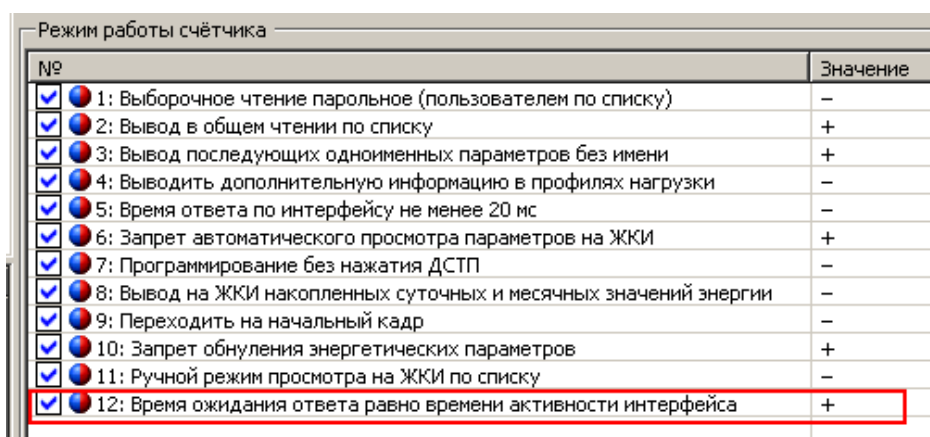

Рисунок 5.20 – Режим работы счетчика
- Перейти на вкладку «Общие», чтением параметра «Режим работы счетчика» убедиться, что время ожидания ответа равно времени активности интерфейса (см. рисунок 5.20).
- Перейти на вкладку «Общие», чтением параметра «Режим работы счетчика» убедиться, что время ожидания ответа равно времени активности интерфейса (рисунок 5.20).
- Перейти на вкладку «*Общие*», чтением параметра «*Режим работы счетчика*» убедиться, что время ожидания ответа равно времени активности интерфейса (см. рисунок 5.20).
Чтением параметра «Режим работы счетчика» (вкладка «Общие») убедиться, что время ожидания ответа равно времени активности интерфейса (см. рисунок 5.20).